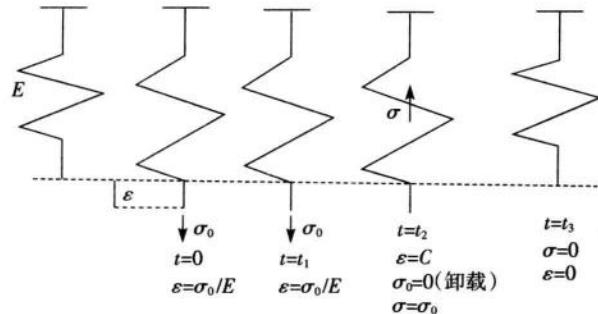

图 1-4 弹簧元件的应力应变过程
**2. 弹簧模拟虎克定律的过程** 模拟过程如图 1-4 所示。